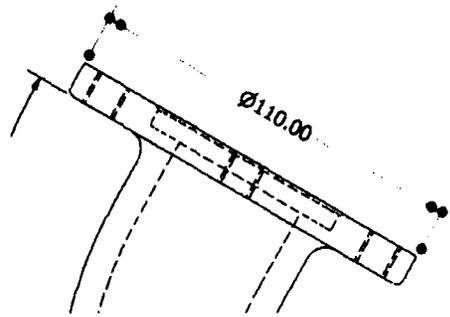

Рис. 2.24. Выбранная геометрия определяет тип размера
14. Переместите линейный размер диаметра над чертежным видом (рис. 2.24).